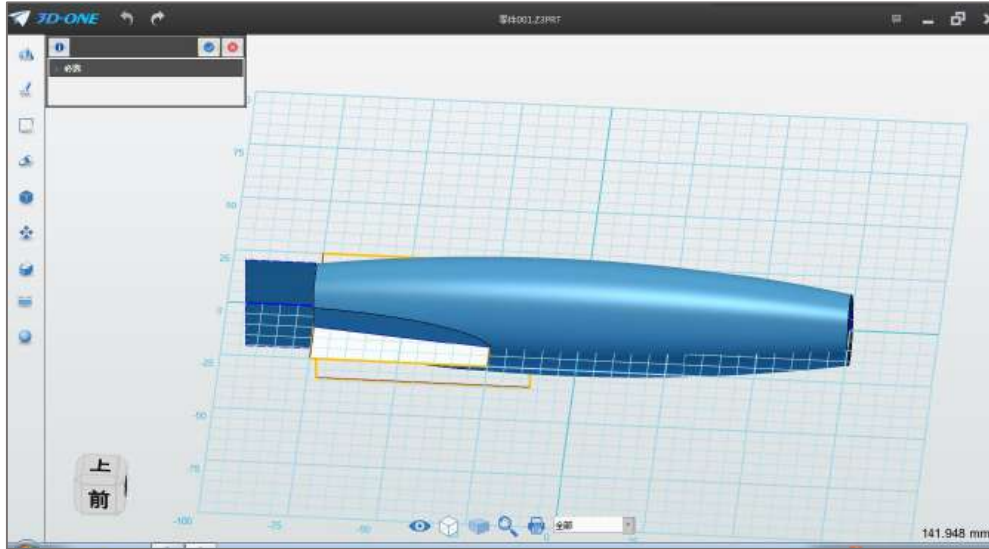

图 1-17
Step 17 点击确定，完成圆角绘制。选择隐藏命令 ，鼠标点击绘制的草图轮廓，如下图 1-17 所示: